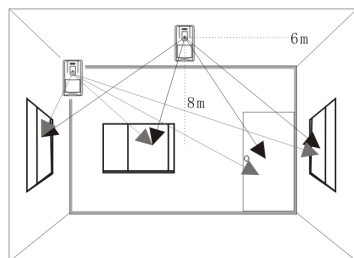
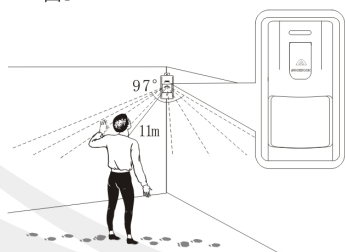

图1
图2
在防范范围内走动，确认红色LED指示灯是否会正确提示触发状况，如图1所示。
- 选择正确的位置和安装高度，确保探测器的红外探测范围能够监测到所有出入口，包括窗户和门。确保声音探测能够覆盖玻璃窗的所有位置，如图1所示；
- 玻璃破碎探测范围：正前方8.0米，45°方向6.0米，如图1.玻璃破碎探测区域,图2红外探测区域所示。